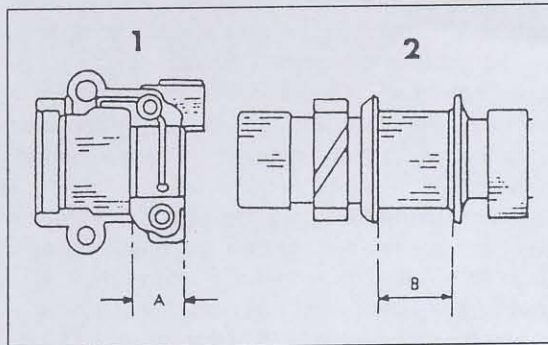

Bild 108
- Mit der Schiebelehre die Breite "A" des Nockenwellenlagerdeckels in Bild 108 ausmessen und dann die Breite "B" des Nockenwellenlagerzapfens.